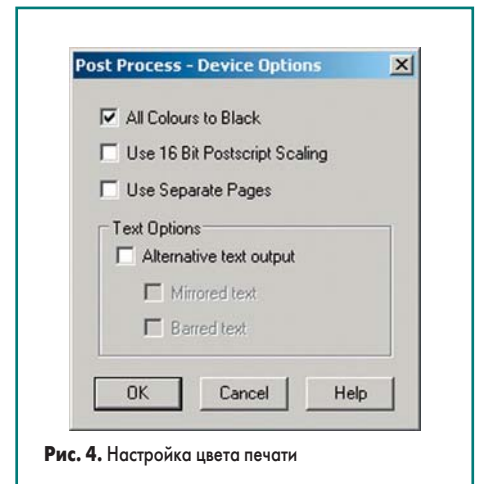

Рис. 4. Настройка цвета печати
19. В появившемся окне Post Process — Device Options (рис. 4) включим опцию All Colours to Black (печатать все цвета черным) и нажмем кнопку ОК.